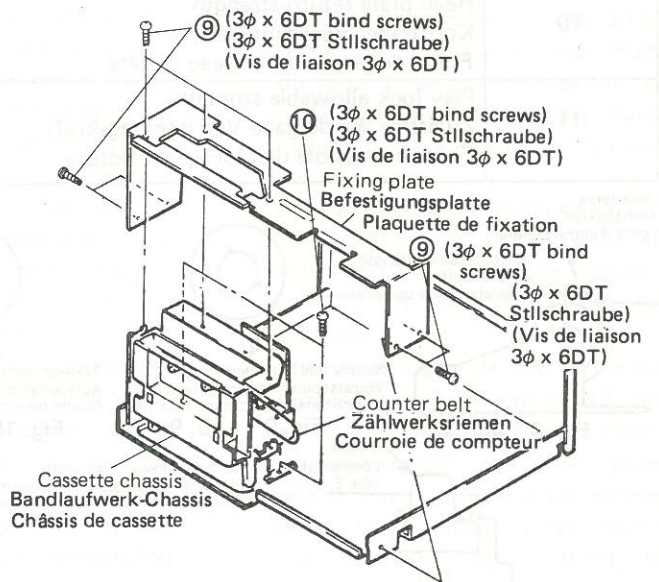

Fig. 6 Abb. 6
Remove 7 screws ⑨ to remove the fixing plate after remove the front panel, and then remove the counter belt. Next, remove 2 screws ⑩ (Fig. 6).
Retirer les 7 vis ⑨ pour retirer la plaque de fixation après avoir retiré la plaque de façade puis retirer la courroie de compteur. Ensuite, retirer les 2 vis ⑩ (Fig. 6).